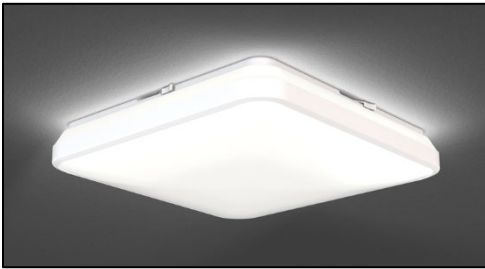

Figura 13
9. Encienda la electricidad en la caja del disyuntor o fusible y verifique el éxito de la instalación. (Ver Figura 13).